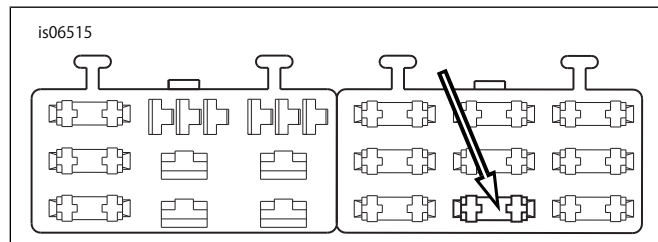

図8. 「オープン」ヒューズブロックキャビティ(2004年以降 Dyna)
- 「図8」を参照してください。右ヒューズブロック内のヒューズブロックカバーの「オープン」と記されたヒューズキャビティ(1)を見つけます。オレンジ/白色アダプター配線のターミナルを止まるまで挿入します。正しい向きまたは深さを確認するには、近くにある工場出荷時に取り付けられているターミナルを参照してください。